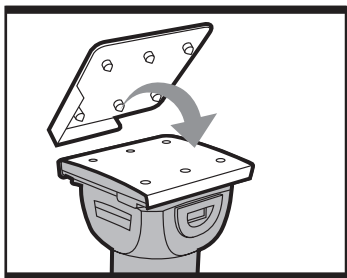

Fig 3
Si usa papel de lija sin orificios para el polvo, utilice el perforador para el papel (7) a fin de practicar los orificios, de modo de asegurar una correcta extracción del polvo. Coloque el perforador sobre la placa base (8) con los pivotes sobre los bordes de ésta (véase la Fig. 3). Presione el perforador sobre la placa base para hacer los orificios en el papel de lija. Luego retire el perforador y compruebe que todos los orificios tengan la forma correcta.